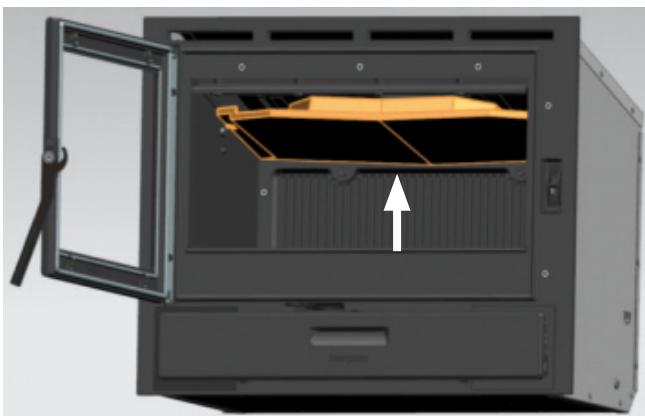

FIG. 4
- Glisser le déflecteur vers le haut, soulevez davantage un côté que l'autre jusqu'à pouvoir le descendre entre les deux plaques d'appui et le sortir du foyer. (Fig. 4 - 5 - 6).